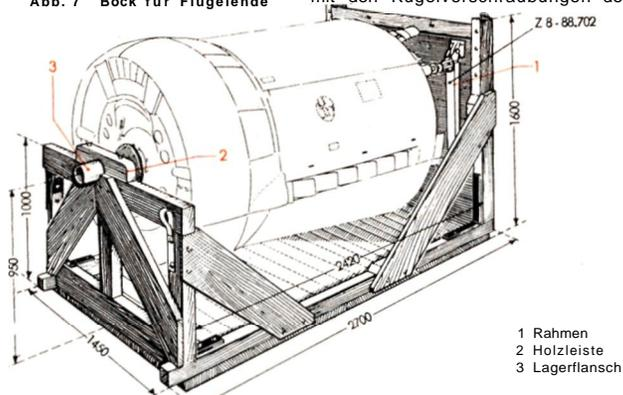

Abb. 8 Transportgestell für Triebwerk
Die Luftschraube des zu verladenden Triebwerkes ist abzunehmen und an ihrer Stelle ein Lagerflansch (13) (Abb. 8) mit Wellenstumpf anzuschrauben. Dann ist das bereits abgenommene Triebwerk mit dem Gerüst in ein Transportgestell, Abbildung 8, zu verpacken.